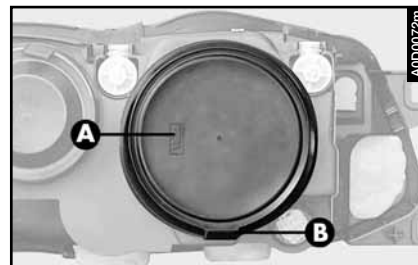

fig. 39
- sacar el capuchón de goma (A- fig. 39) tirando de la aleta (B);